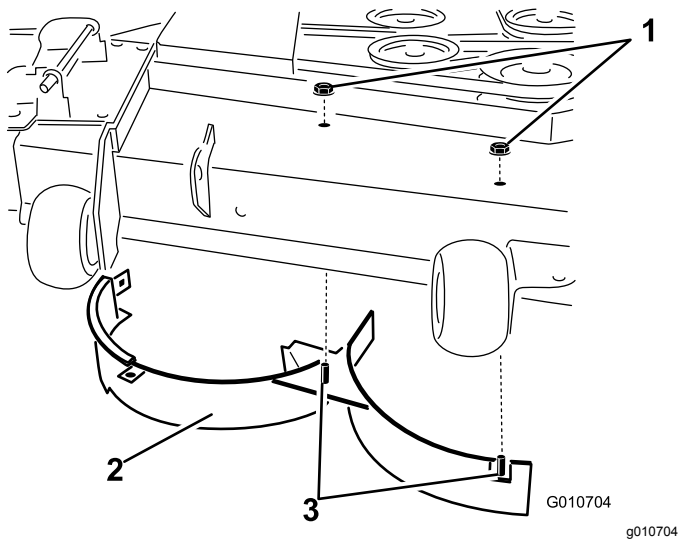

**Figura 36**
- Rimuovete il bullone a testa tonda (5/16" x 3/4") e il dado di bloccaggio (5/16") che fissano il deflettore al lato posteriore del piatto di taglio (Figura 36).
- Localizzate la protezione del deflettore davanti all'apertura di scarico laterale (Figura 36).
- Rimuovete gli elementi di fissaggio che assicurano la protezione del deflettore e il deflettore destro al piatto di taglio (Figura 36).